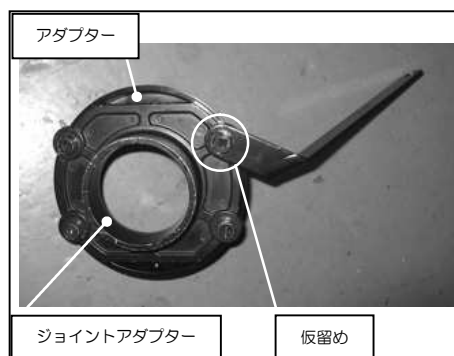

図6
- ④アダプター、ジョイントアダプター、ステーを組み立てます。(図6参照)
※ステーは図6を参考に取り付け、仮留めのままにします。